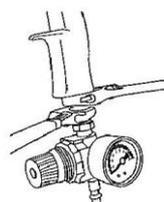

Рис. 6
2. Используйте два гаечных ключа, чтобы подсоединить регулятор давления. Одним ключом удерживайте штекер на корпусе пистолета, другим на регуляторе давления, затем окончательно затяните соединение (Рис.6).